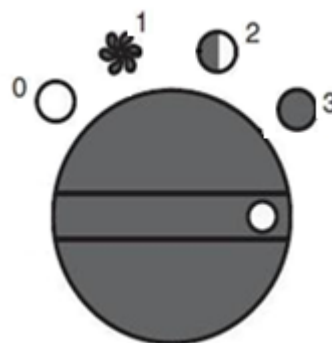

Рис. 2
3.3. Для включения модели QE-3000ET переведите переключатель из положения 0 в положение поз.1 рис.2, при этом начинает работать вентилятор, нагрев не осуществляется. Чтобы включить прибор в режим обогрева, необходимо выполнить следующую последовательность действий: